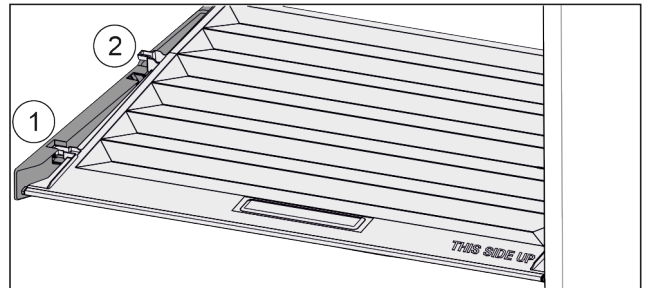

Fig. 147
- ▶ Poklopac do otvora u pridržnim dijelovima povucite prema naprijed Fig. 147 (1).
- ▶ Podignite ga odozdo sa stražnje strane i izvadite prema gore Fig. 147 (2).